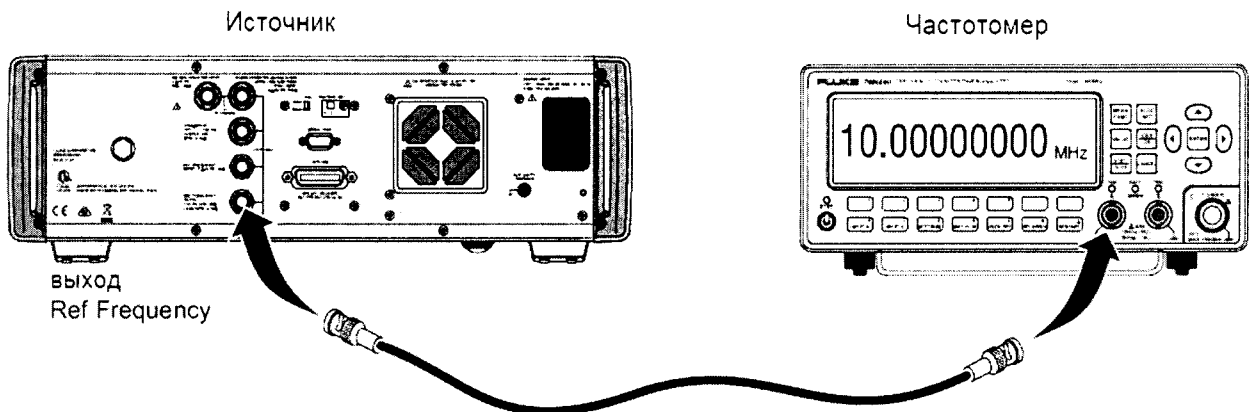

Рисунок 1.
8.4.3 Соединить выход REF FREQUENCY OUTPUT на задней панели источника со входом А частотомера (рисунок 1).